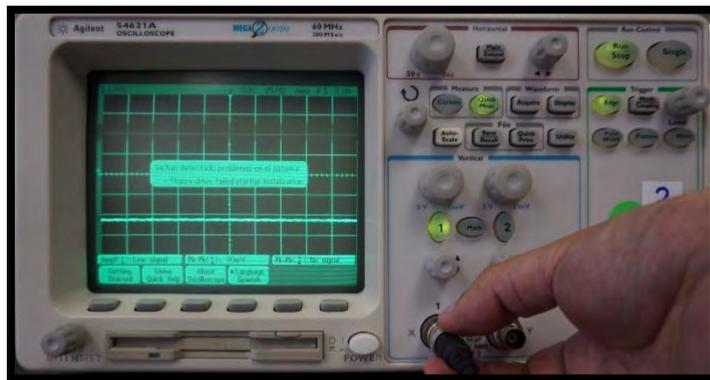

Figura D.2. Conexión del cable BNC-Caimán.
2. Se conecta el BNC a la entrada que prefiera, en este caso en "INPUT 1" (figura D.2); los caimanes se conectan al dispositivo o al circuito en el que se requiere realizar la medición.